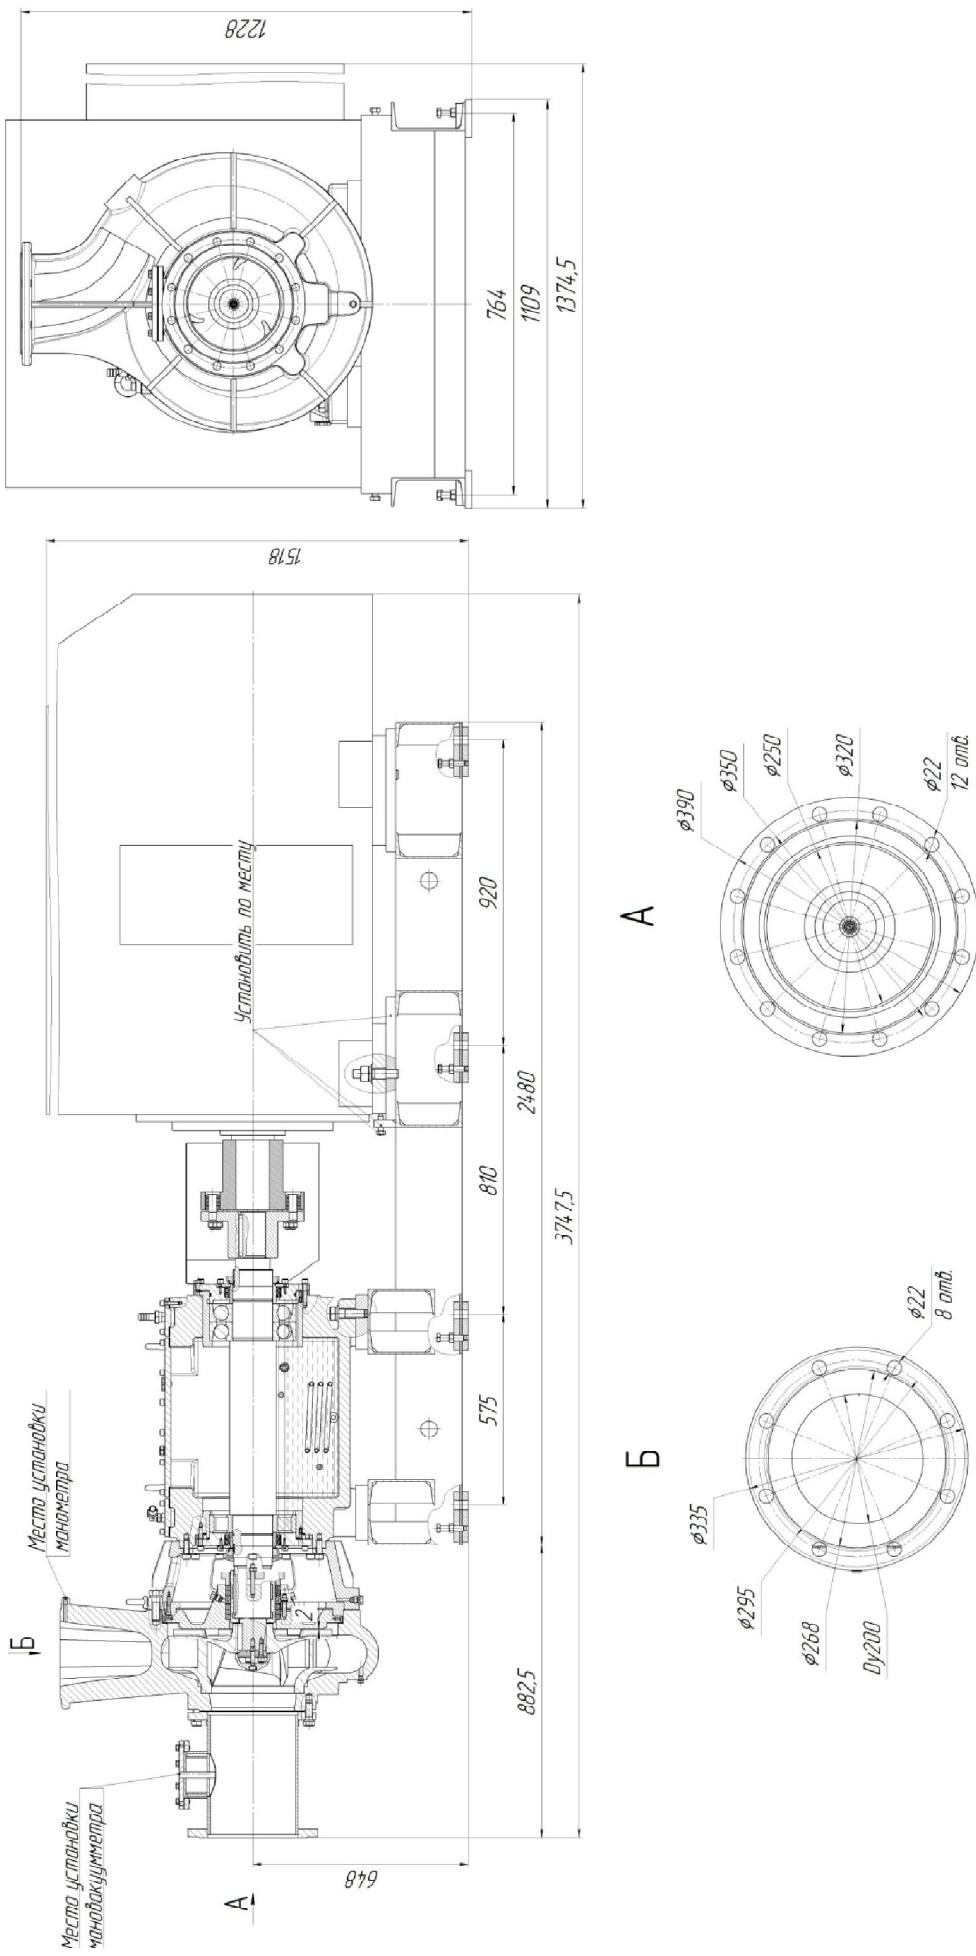

Рис.3 Габаритные и присоединительные размеры электронасосного агрегата
9.4.4 Порядок сборки электронасосного агрегата (Рис.3)